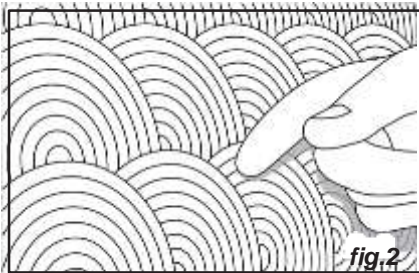

fig.2
- Verificar o tempo de abertura da cola colocando a ponta de um dedo contra a superfície colada. Se aparecerem filamentos quando se retira o dedo, o tempo de abertura é satisfatório (fig.2).